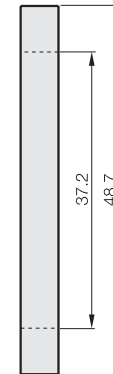

Fig. 2
**BML-M20-I40-A0-M048/037-R0** (Fig. 2)